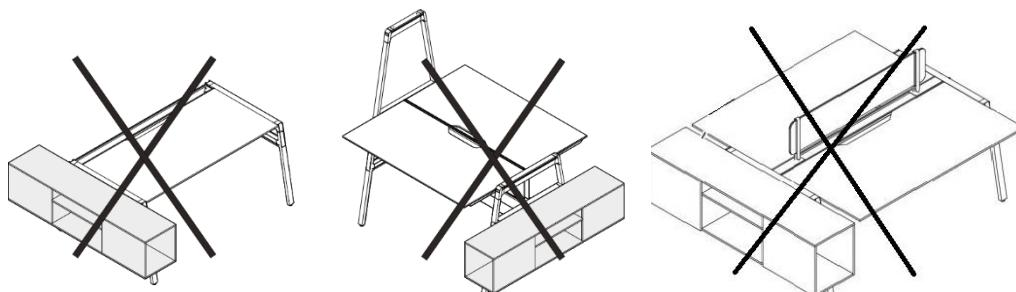

Figura 25 Espacio lateral de almacenamiento, montaje no admisible
- Puesto individual de trabajo (véase Figura 25,izquierda).
- En un arco (véase Figura 25, derecha).